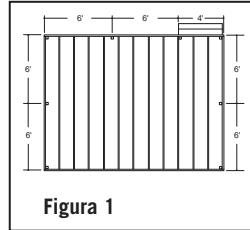

Figura 1
Paso 1: Determine el número de postes del barandal necesarios para su terraza. El espaciado de los postes es de 6' al centro. Ejemplo: Una terraza de 12'x16' fija a una construcción con una abertura de acceso de 4' en un costado requerirá un total de ocho postes (Figura 1).